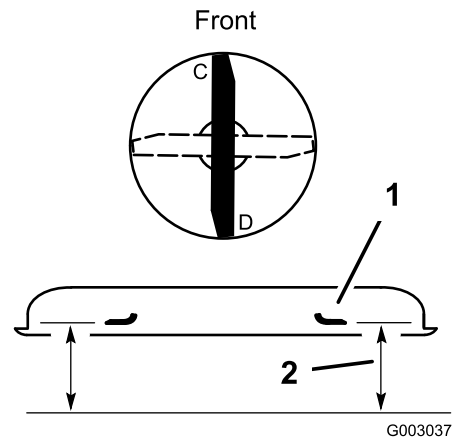

Figure 51
2. Tournez une lame dans le sens longitudinal (Figure 51). Mesurez la distance aux points C et D entre une surface plane et le bord coupant des pointes des lames (Figure 51).